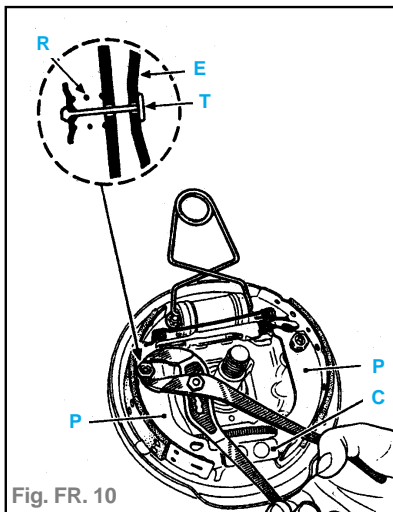

Fig. FR. 10
- À l'aide d'une pince multiprise, déposer les ressorts (R) de maintien latéral des segments, en maintenant la tige de liaison (T) au contact du flasque de frein (E) (fig. FR.10).